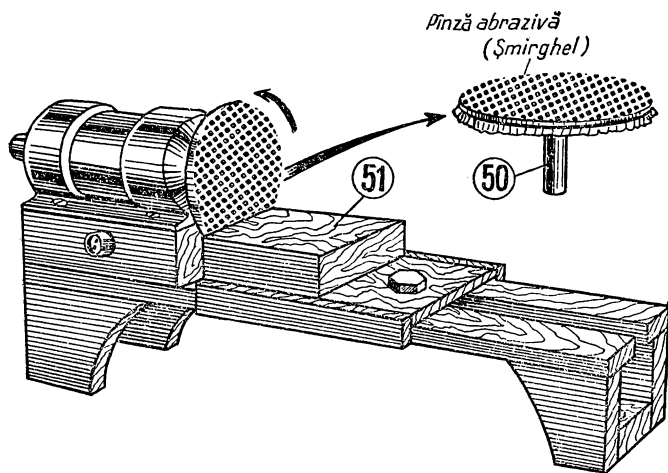

Fig. 19.
Prin operația de șlefuire se înțelege curățirea suprafețelor unei piese cu ajutorul șmirghelului sau al glaspapirului. De obicei amatorii fac această operație manual. Dar pentru că sîntem în posesia unui motorăș montat pe strunguleț, să profităm și să mecanizăm operația de șlefuire. În loc să frecăm piesele cu șmirghel apăsînd cu mîna, putem proceda altfel. Fixăm în mandrina motorășului un disc mare (50), pe a cărui suprafață este fixată o bucată de șmirghel (fig. 19). În fața discului se montează un postament gros 51. Cînd șlefuiм, plimbăm piesa